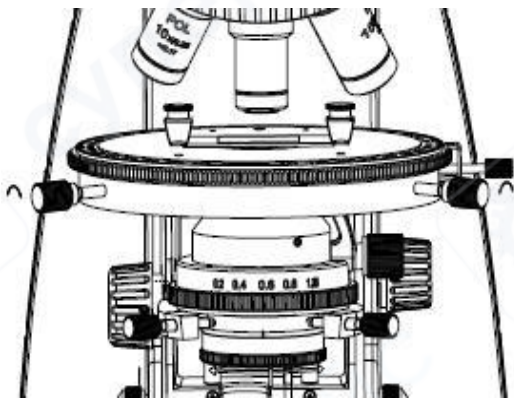

Рисунок 26 — Регулирование поворотного предметного столика
c. Ослабьте фиксатор положения предметного столика и поверните предметный столик. Используя две центрирующие ручки предметного столика (рисунок 26), отрегулируйте его положение так, чтобы совместить центр виртуальной окружности с центром поля зрения.